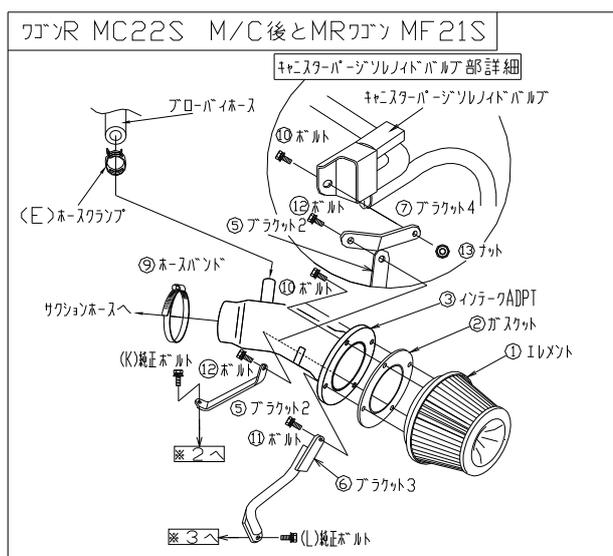

図4
2. 下図4~5を参照してPOWER INTAKEを組立ててください。この時、各ボルト・ナットは仮締の状態にしておいてください。